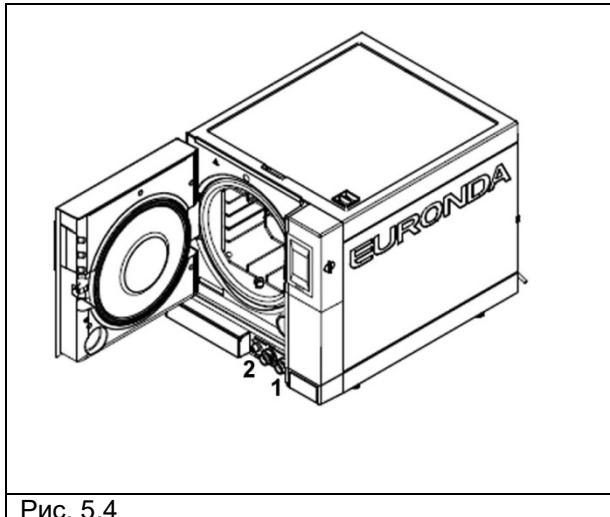

Рис. 5.4
1. Для слива емкости для чистой воды присоединить один конец дренажной трубы к крану на передней панели стерилизатора (см. рис. 5.4, поз. 1), другой конец опустить в пустую емкость.
2. Для слива емкости для использованной воды присоединить один конец прозрачной дренажной трубы к крану на передней панели стерилизатора (см. рис. 5.4, поз. 2), другой конец опустить в пустую емкость.